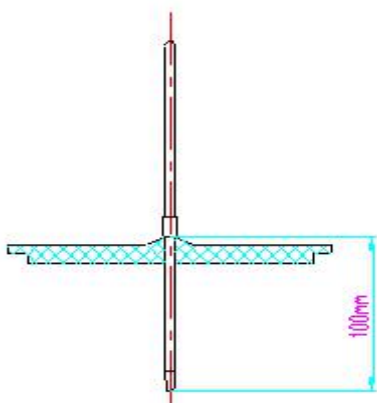

图 2
- 1、将上开门上的温度计插孔密封螺钉取下，按照图 2 规定的温度计插入尺寸插入温度计。